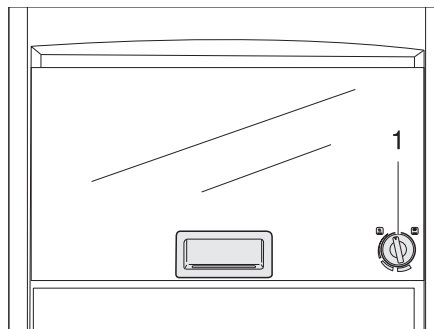

Bild 217 Gasbackofen (Dometic)
- Den Drehregler (Bild 217,1) leicht drücken und nach links auf eine beliebige Position drehen.
- Den Drehregler (Bild 217,1) auf "O" drehen. Die Flamme erlischt.